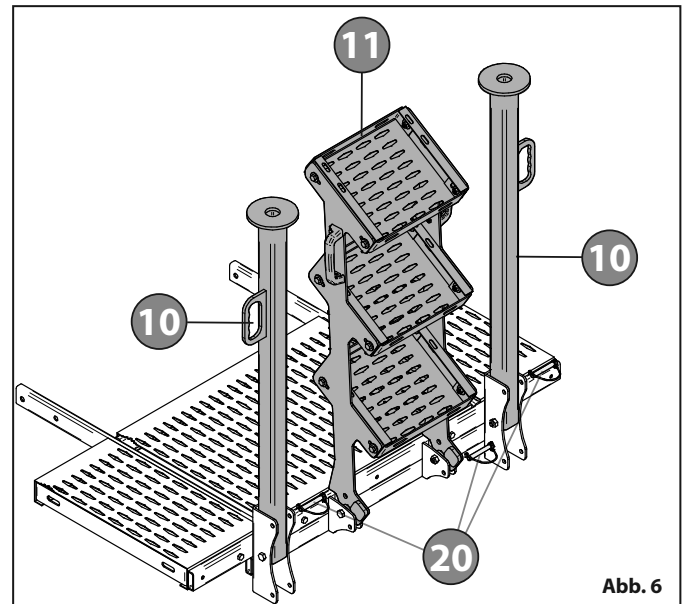

Abb. 6
- Zum Blockieren der Stützen und des Podests setzen Sie die Blockierstifte **20** „Abb. 6“ wieder ein.